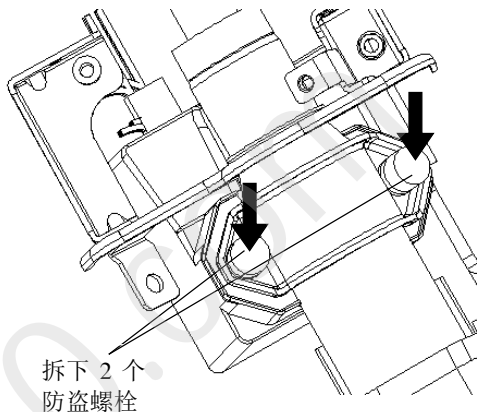

图 5.2-13
- (2) 使用 3-4mm 的钻头, 钻入这 2 个螺栓。
- (3) 使用螺丝刀, 拆下 2 个螺栓和转向管柱上轴锁支架总成。如图5.2-13所示。